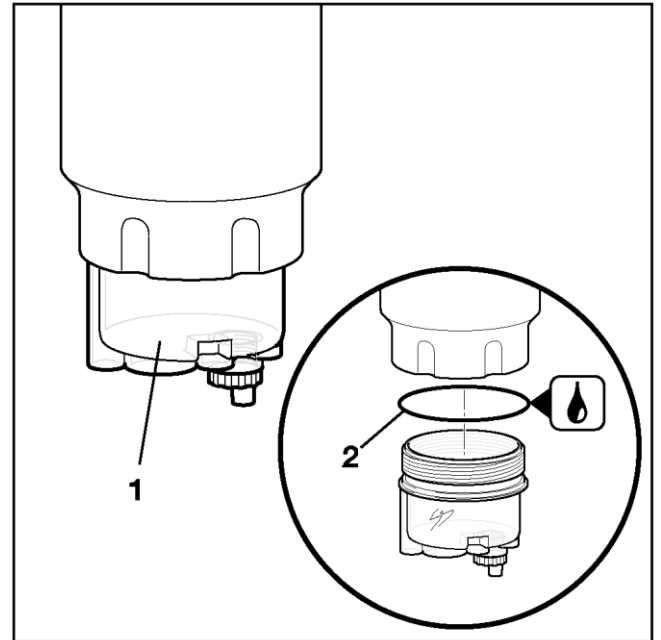

Fig. 5 Sostituire il contenitore di raccolta dell'acqua
- Svitare il contenitore (pos.1, Fig. 5) con l'utensile di montaggio dall'imballaggio del nuovo contenitore.
- Oliare leggermente la tenuta (pos.2, Fig. 5) del nuovo contenitore di raccolta dell'acqua con alcune gocce di olio.
- Se si vuole usare nuovamente il contenitore di raccolta dell'acqua, svitarlo (vedi anche al capitolo 5.3) e controllare se presenta danneggiamenti. Oliare leggermente la nuova guarnizione circolare (allegato al nuovo filtro) con alcune gocce di olio (pos.2, Fig. 5).